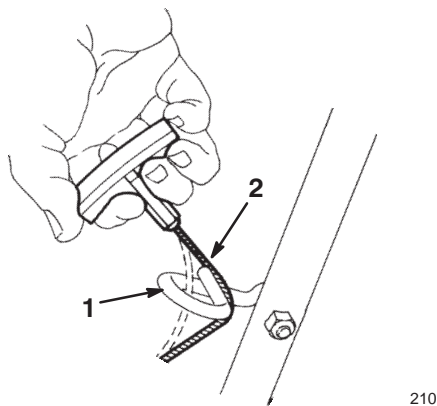

**Figura 3**
- Asegúrese de que los cables pasen por debajo y por detrás del manillar inferior, según muestra la Figura 3.